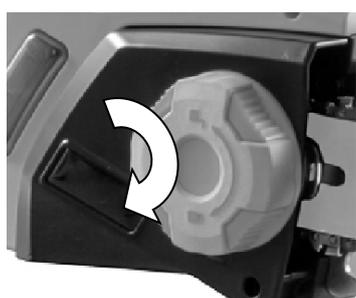
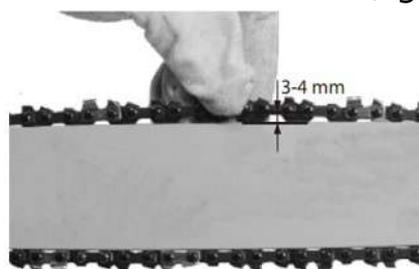

Fig.8
Fig.9
- Réglez la tension de chaîne à l'aide des vis de fixation (fig. 8). Tournez vers la droite pour augmenter la tension de chaîne, tournez vers la gauche pour la diminuer. La chaîne de scie est vraiment tendue si, au centre de la lame, elle peut être soulevée d'environ 3-4 mm (fig. 9).